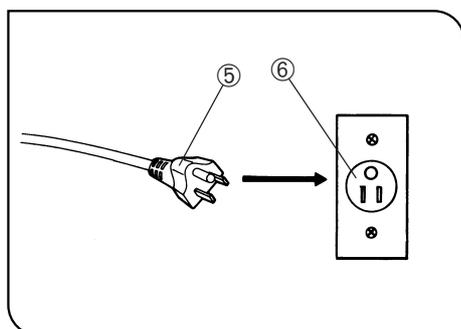

Fig. 37
3. Brancher la prise du cordon ⑤ dans une source d'alimentation murale ⑥. (Fig. 37)